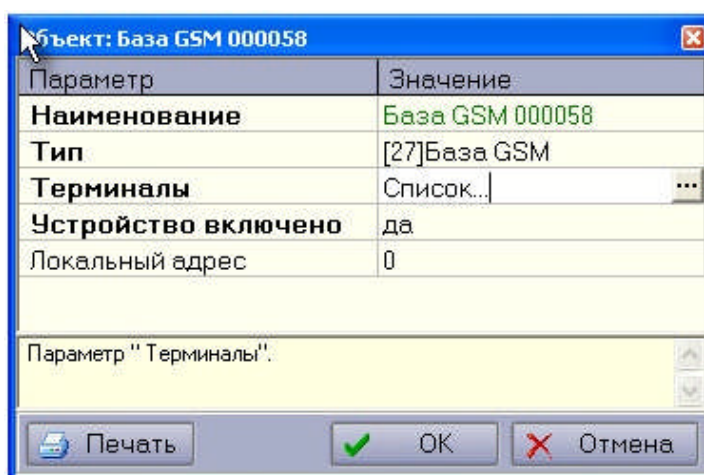

Рис. 15 Описание Базы GSM.
- Указать сотовый терминал, который будет использоваться (см. Рис. 15);